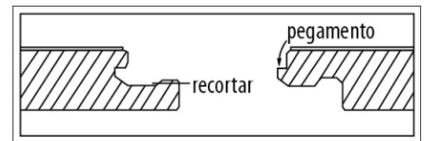

Figura 6
- Utilice un cepillo de carpintero o una navaja multiusos y con mucho cuidado retire la saliente superior de la ranura (**Figura 6**).